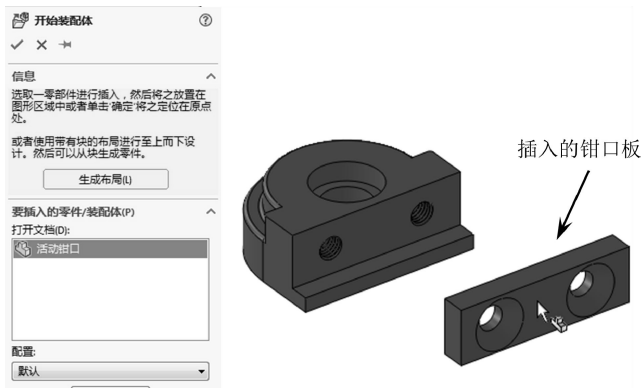

图 7-40 插入钳口板
- 03 在【装配体】选项卡中单击【插入零部件】按钮, 属性管理器显示【插入零部件】属性面板。在该属性面板中单击【浏览】按钮, 将本例的【钳口板.sldprt】零部件文件插入到装配工具中并任意放置, 如图 7-40 所示。